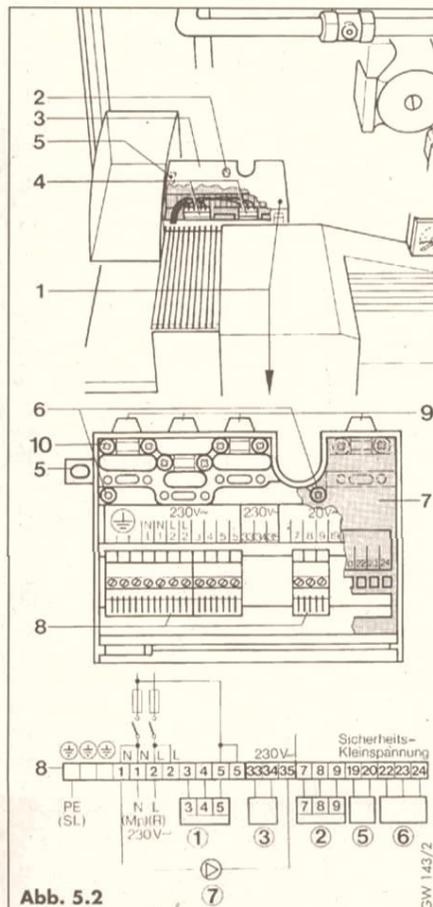
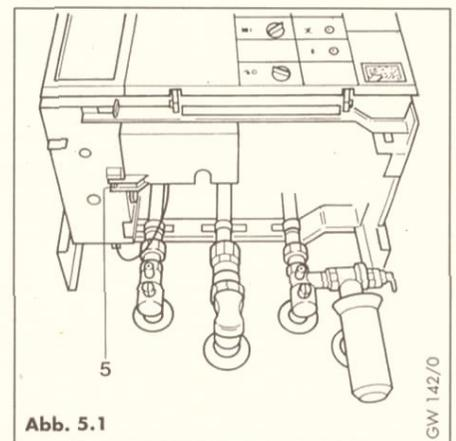
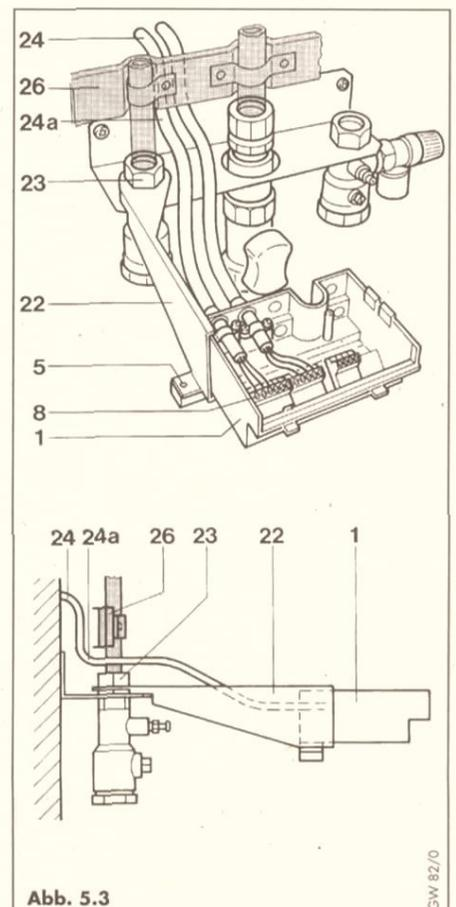

Abb. 5.2
Abb. 5.1
Abb. 5.3
Netzanschluß des Gerätes und Anschluß von externen Regelgeräten im Anschlußkasten (1, Abb. 5.2 und 5.3) vornehmen.
- Schraube (2) lösen und Deckel (3) abnehmen (Abb. 5.2).
- Die drei Stecker (4) abziehen.
- Anschlußkastenbefestigung (5) an Geräteunterseite lösen und Anschlußkasten herausnehmen (Abb. 5.1).
- Schrauben (6) lösen und innere Abdeckung (7) abnehmen (Abb. 5.2). Abstandshalter (22) am Wartungshahn (23) befestigen (Abb. 5.3).
- Anschlußkasten (1) mit Schraube (5) am Abstandshalter befestigen.
- Anschlußleitungen (24) auf ca. 50 cm Länge ab Wandauslaß zuschneiden und abisolieren.
- Anschlußleitungen mit einer Schleife (24a) gemäß Abbildung 5.3 verlegen. Schleife (24a) ist erforderlich, damit die anschließende Geräteinstallation nicht durch die Gerätetraverse (26) behindert wird.
- Anschlußverdrahtung an Klemmleiste (8) gemäß Anschlußschema vornehmen.
- Anschlußleitungen nach Klemmenanschluß mit den zugehörigen Zugentlastungen (10) sichern.
- Anschlußkasten von dem Abstandshalter (22) abschrauben.
- Innere Abdeckung (7, Abb. 5.2) wieder befestigen und falls Geräteinstallation nicht unmittelbar vorgenommen wird, Deckel (3) aufsetzen und mit Schraube (2) festschrauben.
- Nach erfolgter Geräteinstallation Anschlußkasten von unten in Gerät einbauen, und von Geräteunterseite mit der Befestigung (5) anschrauben.
- Die drei Stecker (4, Abb. 5.2) wieder einstecken (Hauptschalter muß auf „0“ stehen!).
- Deckel (3) aufsetzen und mit Schraube (2) festschrauben.
Legende zu Abb. 5.1 bis 5.3